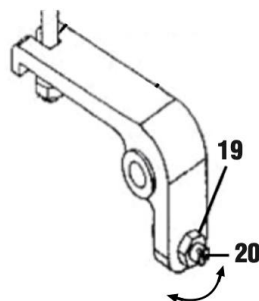

fig. 5
1. Utilisez une clé ou un tournevis à tête plate (non compris) pour desserrer l'écrou hexagonal (n° 19) (fig. 5).
2. Tournez la vis d'assemblage à six pans creux (n° 20) dans le sens horaire et antihoraire (fig. 5).